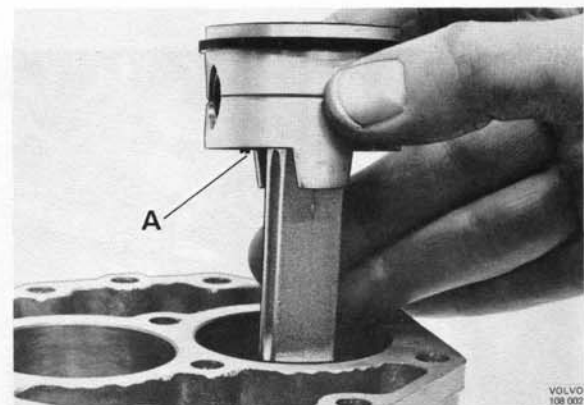

Abb. 59 Einbau von Kolben und Pleuelstange
8. Neuen Kolben mit Pleuelstange so einbauen, daß die Splintsicherung (A, Abb. 59) des Kolbenbolzens innen liegt. Beim Kompressortyp A209 ist dies besonders wichtig, weil der Splintbolzen sonst an die Kurbelwangen anstößt.